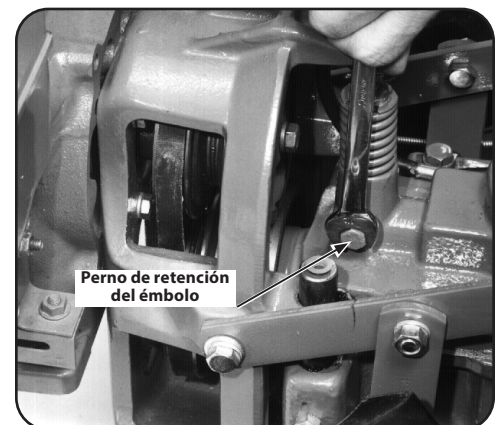

Figura 5-24
8. Haga una marca con tiza o lápiz en el borde superior del perno de retención del émbolo. Ahora, mientras observa la marca, afloje el perno $\frac{3}{4}$ de giro. Consulte la Figura 5-24. No se exceda de $\frac{3}{4}$ de giro. Esto desengancharía el perno de la ranura de bloqueo en el interior del émbolo.